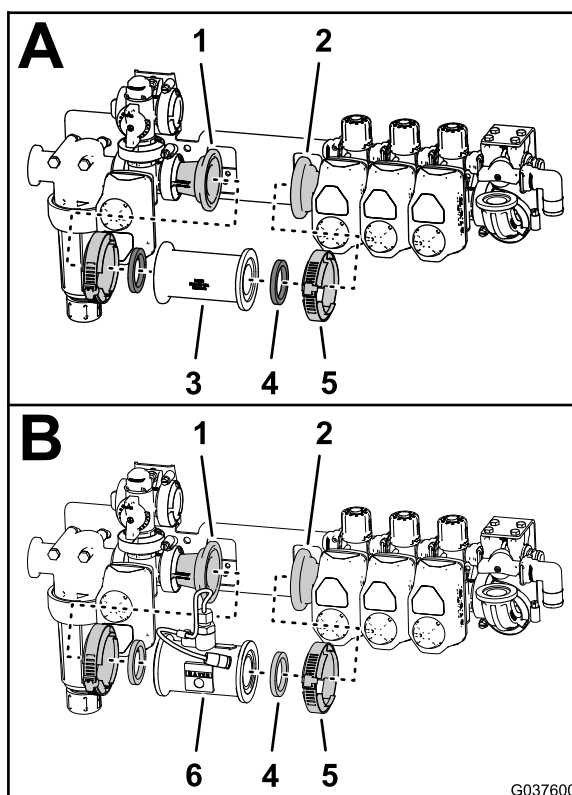

Figura 47
3. Allineate le guarnizioni e il flussometro con le flange degli accoppiatori dell'adattatore nella valvola dell'agitatore e la valvola di sezione delle barre di sinistra (Figura 47).
4. Fissate il flussometro agli accoppiatori dell'adattatore con i 2 morsetti flangiati che avete rimosso al passaggio 1 (Figura 47).